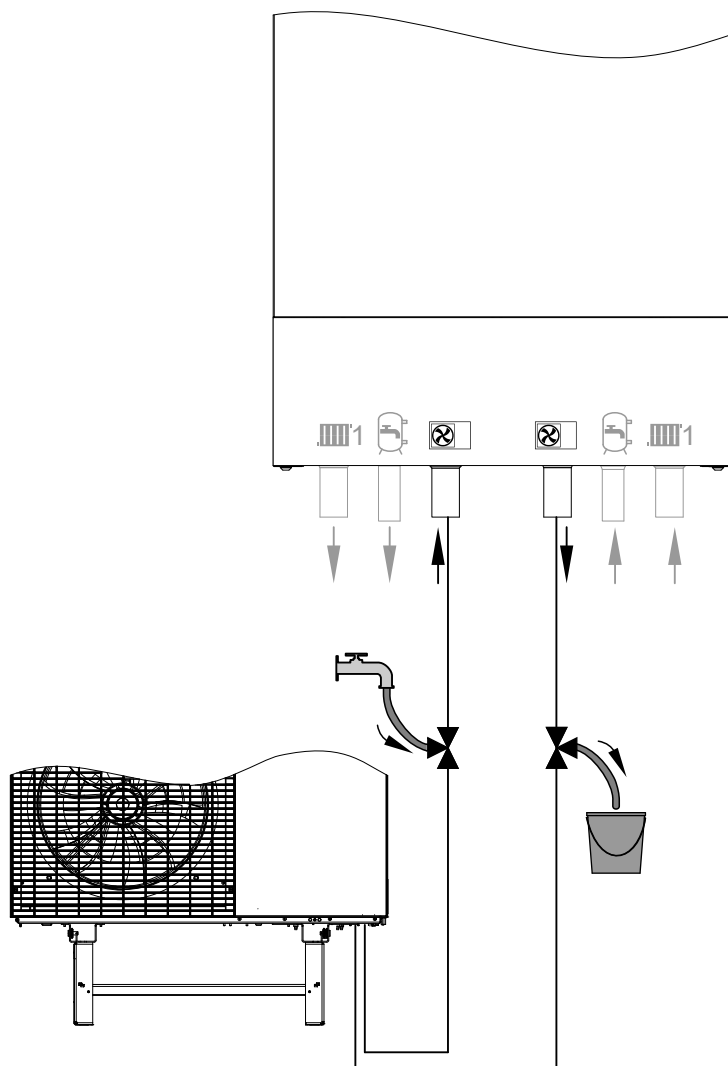

Fig. 63
3. Ouvrir les vannes à bille 3 voies dans le départ et le retour unité extérieure conformément à la fig. 63 : **ouvertes dans toutes les directions**. Laisser l'eau de chauffage entrer par le flexible de remplissage.